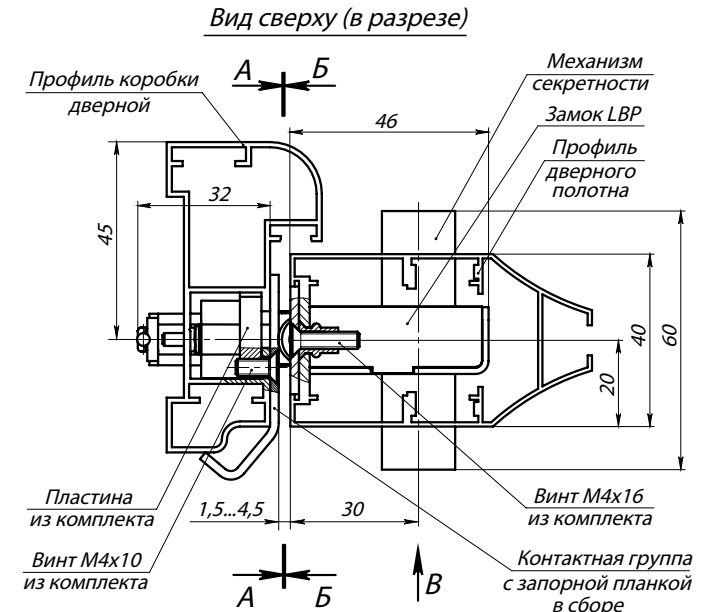

Рис. 2. Замок с контактной группой PERCo- BP1 в сборе (виды А, Б и В изображены на установочных шаблонах)
- профили дверного полотна T34, T53, T81, T85 и профиль дверной коробки T72-14 (ООО «Петралюм»), или аналогичные им по своему сечению (см. рис. 2).
3. Для замка с запорной планкой **PERCo-BP1**. Установите замок (1) в заранее подготовленный паз в профиле дверного полотна и закрепите его двумя винтами M4x16 (5) из комплекта поставки (см. рис. 2).
5. Установите механизм секретности (11) и зафиксируйте его винтом (10) через отверстие в лицевой планке замка (**длина винта 35 - 45 мм**).
6. Установите декоративные накладки (13) и ручки (15) в соответствии с рекомендациями изготовителя. После установки ручки должны легко поворачиваться.
8. Для запорной планки **PERCo-BP1**. В профиль дверной коробки установите пластину из комплекта поставки и зафиксируйте ее винтом M4x10 (см. рис. 2). Установите вторую пластину аналогичным образом.
9. Соедините кабель управления с клеммами (8), установленными на контактной группе. Для этого обожмите концы кабеля в зажимы клемм.